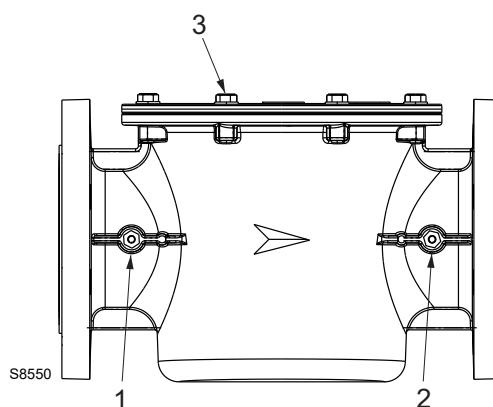

Fig. 13
Sostituire l'elemento filtrante nel caso in cui il  $\Delta p$  fra le prese di pressione 1) e 2)(Fig. 13) è maggiore di 10 mbar.
- svitare le viti del coperchio 3)(Fig. 13) ed effettuare una pulizia accurata del vano del filtro;